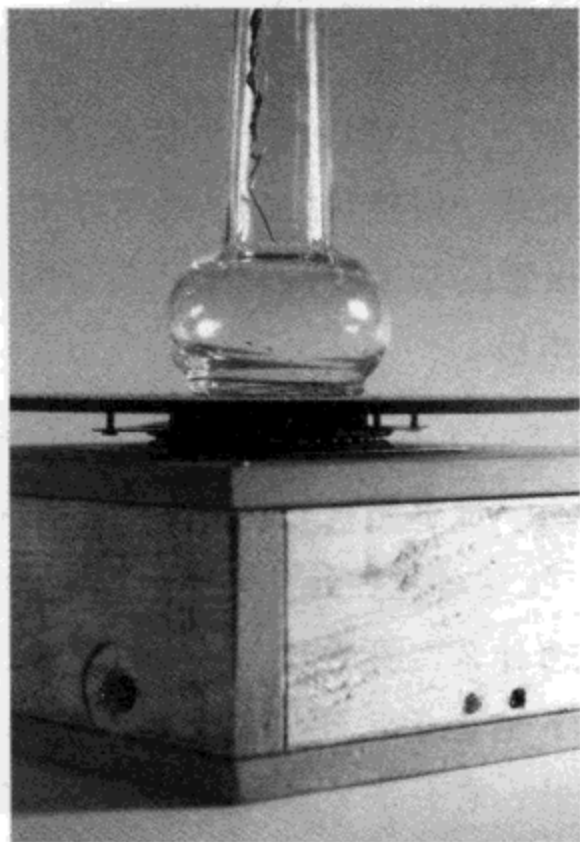

图10.7 装在盒子顶部的转台
装完后应如图 10.7 所示。如果自己切割转台，你可能会先作标记，然后钻  $\frac{1}{16}$  in 的导孔，这样安装起来会容易些。轮流地拧 4 个螺钉，确保塑料轮的受力均匀，同时不要使轴承偏离中心位置。
(4) 孔钻好后，再把整个电路放进盒子里，确保电机及其他连接线没有松动。
(5) 将红外 LED 和光敏三极管粘在各自的孔中，检查一下电路的工作情况。我们做的过程中，把光敏三极管用黑色的电工胶布缠了缠，然后把它推到孔中，使光敏三极管与盒子外表面平行。同时，我们也磨了一下红外 LED 的表面，使光能产生散射，LED 灯粘贴的位置也超出盒子外表面很多（图 10.7）。
(6) 用环氧灰泥固定开关, 可以把电工胶布粘在任何需要固定的元件下面。